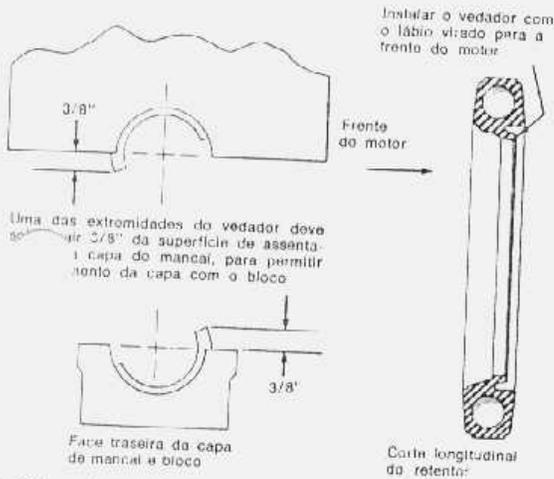

fig. 28 — instalação do vedador do mancal traseiro
1. Se os casquilhos do mancal traseiro estiverem sendo substituídos, limpar o sulco para vedador com uma escova e solvente. Instalar a metade superior do vedador cuidadosamente no seu sulco, com o lábio voltado para a frente do motor (fig. 28), girando-a sobre o munhão da árvore de manivelas, até que uma das extremidades fique a aproximadamente 3/8" da superfície de assentamento da capa do mancal (fig. 28).
8. Instalar o vedador inferior na capa do mancal traseiro, com o lábio virado para a frente do motor, (fig. 28) de modo que uma das extremidades fique aproximadamente 3/8" da superfície de assentamento da capa.